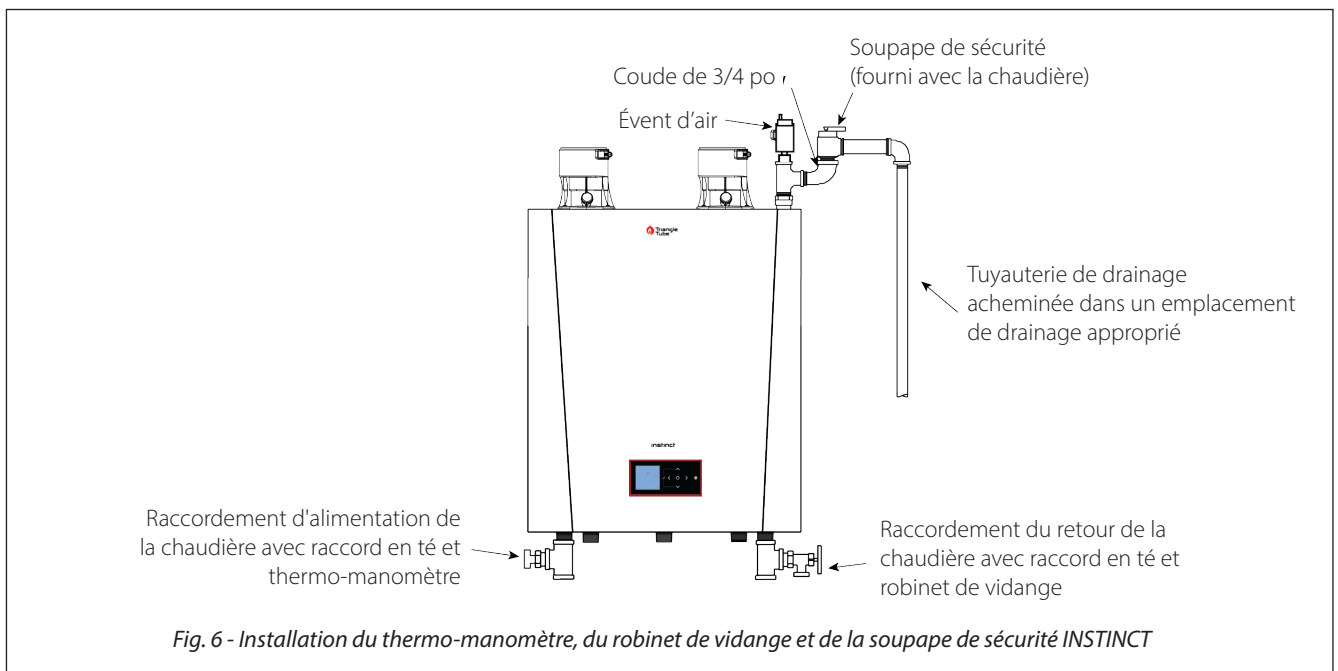

Fig. 6 - Installation du thermo-manomètre, du robinet de vidange et de la soupape de sécurité INSTINCT
1. La chaudière INSTINCT est vendue avec une soupape de sécurité de 30 psi et elle doit être canalisée à l'aide du raccord de soupape de sécurité illustré à la *fig. 6 ci-dessous*.